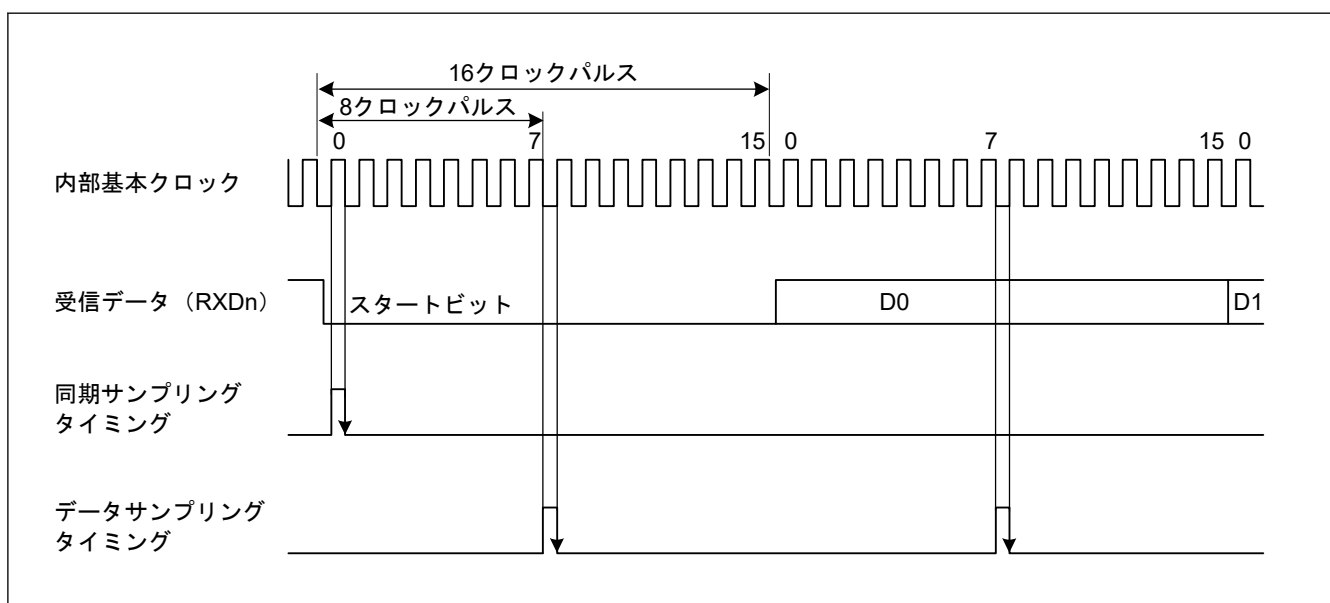

図 29.7 調歩同期式モードでの受信データサンプリングタイミング
また、図 29.7 に示すように、受信データは基本クロックの 8 パルス目^(注1)の立ち上がりエッジでサンプリングされるため、各ビット（サンプリング時間を調整しない場合（SPTR.ASEN = 0））の途中でデータが取り込まれます。調歩同期式モードでの受信マージンは以下の式 (1) によって決定されます。
スタートビットの決定条件は、Low 状態がビットの中間点より後ろまで続くことです。サンプリングタイミングと同様です。図 29.7 では、スタートビットを検出するためには Low 状態が 8 サイクルより長く続く必要があります。Low 状態が 8 サイクルより長く続かなかった場合、受信部はこれをノイズとして扱います。そのため受信は開始されず、受信部は次のスタートビットを待機します。